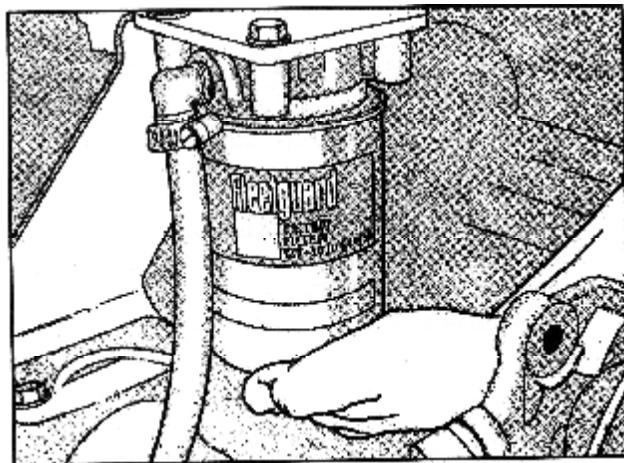

Рис. 2-23(ОМ 10236) Установка картриджа водяного фильтра DCA.
4. Вставьте новый элемент, затяните до тех пор, пока шайба не коснется головки фильтра. Затяните на $\frac{1}{2}$ - $\frac{3}{4}$ оборота. Рис. 2-23. Откройте клапаны.